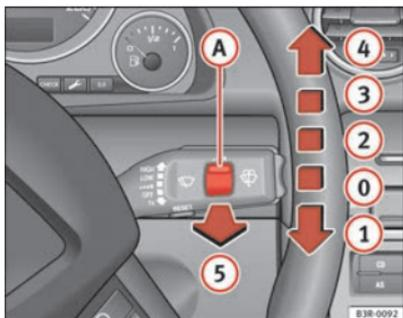

Abb. 101 Scheibenwischerhebel
Der Scheibenwischerhebel \Rightarrow Abb. 101 hat folgende Stellungen:
Betätigen Sie bei eingeschaltetem Licht die Wisch-/Waschautomatik → Seite 133, Abb. 101 (5), wobei Sie den Hebel länger als etwa 1 Sekunde angezogen halten.